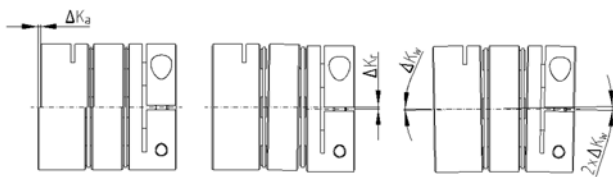

Abbildung 4
**Beispiel: SCL2 Serie 60 (Abbildung 4)**